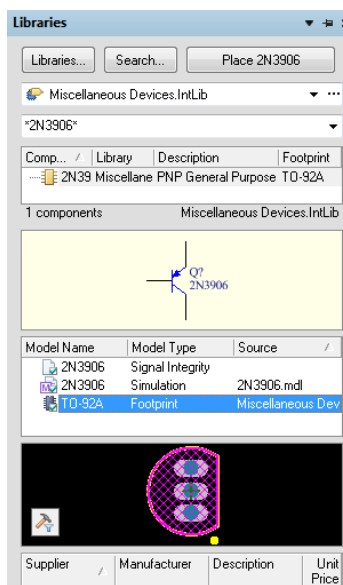

图 2.43
**Step 3** 选择想要放置元件所在的元件库。在这里, 所要放置的元件三极管 2N3904 在元件库 Miscellaneous Devices.IntLib 中, 如图 2.43 所示。在下拉列表框中选择该文件, 该元件库出现在文本框中, 可以放置其中的所有元件。在后面的浏览器中, 将显示库中所有的元件。